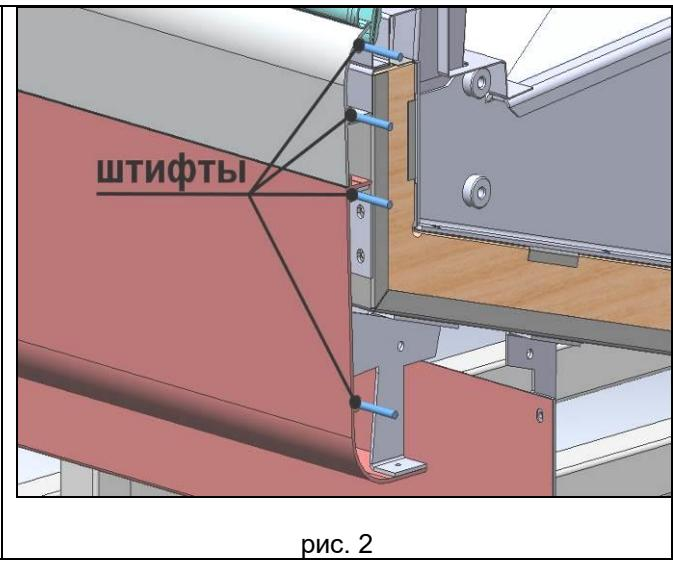

рис. 2
2. Установить в направляющие декоративных бамперов одной изстыкуемых витрин наполовину длины цилиндрические штифты (рис. 2).
- Открутить два крайних самореза, крепящих профиль-направляющую нижнюю шторок (рис. 2).